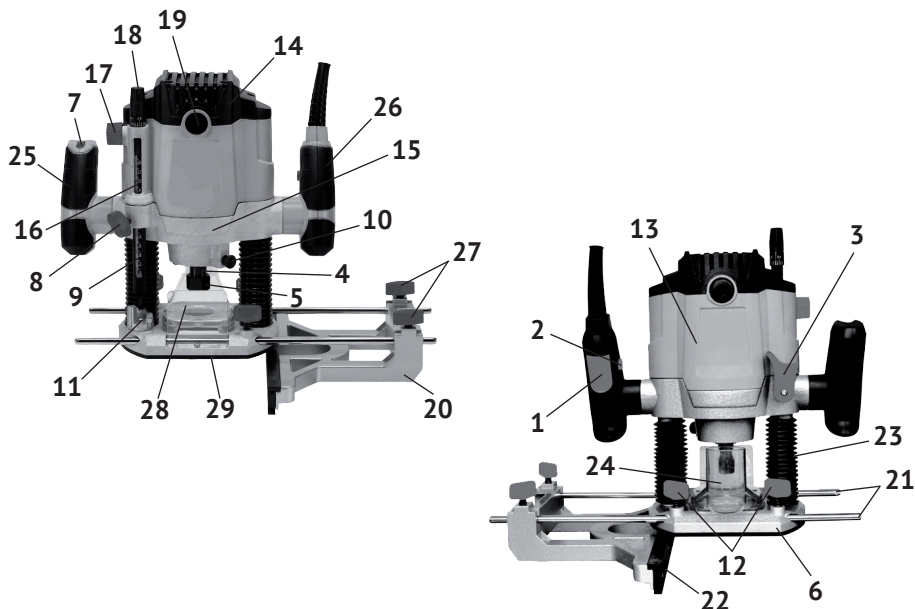
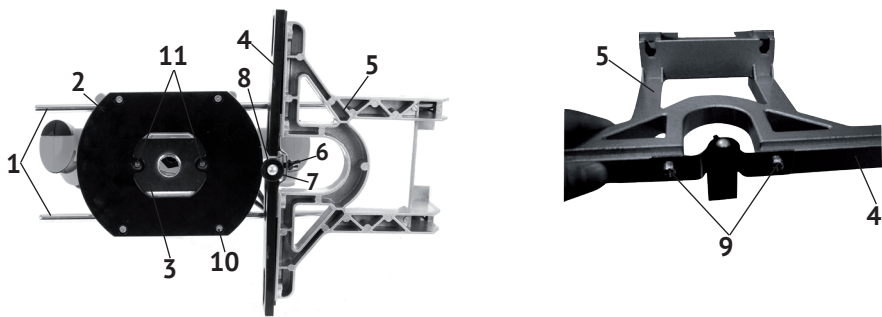

рис.1
рис.2
Общий вид фрезера схематично представлен на рис. 1
1.4.2 Расположенный вертикально двигатель фрезера с цанговым патроном (рис.1 поз.4) закрыт пластиковым корпусом (рис.1 поз.13), закреплённом на суппорте (рис.1 поз.15). Суппорт перемещается в вертикальной плоскости по двум направляющим стойкам (рис.1 поз.23), закреплённым на опорной плите (рис.1
поз.6). Вертикальный ход суппорта обеспечивает глубину фрезерования заготовок до 50 мм. Фиксация суппорта в нужном положении осуществляется рычагом (рис.1 поз.3). Контроль глубины обработки обеспечивают глубиномер (рис.1 поз.9) и упор ступенчатый (рис.1 поз.11) револьверного типа. Подача суппорта (вниз) для фрезерования осуществляется вручную, нажатием на рукоятки инструмента (после разблокировки рычага рис.1 поз.3). Обратный ход суппорта обеспечивают пружины, расположенные внутри направляющих трубок. Горизонтальное перемещение инструмента по поверхности заготовки обеспечивает скольжение пластиковой подошвы (рис.1 поз.29), крепящейся снизу к опорной плите.
На левой рукоятке фрезера (рис.1 поз.25) расположен диск регулятора оборотов двигателя (рис.1 поз.7). На нём нанесены символы: 1, 2, 3, 4, 5, 6, для установки скорости вращения шпинделя с фрезой. На правой рукоятке (рис.1 поз.26) находятся клавиша выключателя (рис.1 поз.1) и кнопка блокировки клавиши от случайного пуска (рис.1 поз.2).
Запуск двигателя осуществляется нажатием на клавишу выключателя, после нажатия и удержания кнопки блокировки (рис.1 поз.2). Отпущенная клавиша выключателя (и кнопка блокировки) возвращаются в исходное положение - выключено/заблокировано.
- параллельный упор (рис.1 поз.20), крепящийся осями (рис.1 поз.21) к опорной плите, позволяет обрабатывать изделие на определённом расстоянии от прямолинейного края заготовки (фрезерование пазов, канавок, сверление отверстий и т.п.);
- роликовая направляющая (рис.2 поз.7), закреплённая на параллельном упоре (рис.2 поз.5), позволяет фрезеровать на равном расстоянии от края заготовки любой конфигурации (прямолинейная, криволинейная, угловая);
- направляющая втулка (рис.2 поз.3), позволяет проводить фрезерование заготовки по выбранному шаблону (шаблоны в комплект поставки не входят).
Пластиковый патрубок пылеотвода (рис.1 поз.24) позволяет подключить пылесос для удаления стружки из зоны фрезерования.
На корпусе (рис.1 поз.13) стрелкой указано направление вращения фрезы.
- расфиксировать рычаг вертикального положения (рис.1 поз.3) для того, чтобы максимально увеличить рабочее расстояние между суппортом и опорной плитой (рис.3 поз.2);
- установить опорную плиту (рис.1 поз.6) фрезера на заготовку;
- ослабить винт фиксации (рис.1 поз.8) ограничителя глубины и рычаг фиксации (рис.1 поз.3) вертикального положения суппорта;
- зафиксировать рычагом (рис.1 поз.3) положение суппорта;
- установить регулятор точной настройки (рис.1 поз.18) в положение «0»;
- поворотом рукоятки (рис.1 поз.17), подвести стержень глубиномера (рис.1 поз.9) к ступенчатому упору (рис.1 поз.11) так, чтобы он касался нижней ступеньки (при необходимости повернуть револьверный упор);
- отметить (записать) значение на линейке глубиномера по верхнему/нижнему краю окна-указателя (рис.1 поз.16);
- ослабить винт (рис.1 поз.8) и поднять вверх стержень глубиномера вращением рукоятки (рис.1 поз.17), пока показания на его линейке не достигнут значения, при котором, разность между ним и предыдущим значением не будет равна нужной глубине обработки (например: первое значение – 15 мм, второе – 45 мм, $45 - 15 = 30$ мм, 30 мм – нужная глубина фрезерования);
- зафиксировать винтом (рис.1 поз.8) ограничитель в выбранном положении;
- точную настройку производить регулировочным винтом (рис.1 поз.18).
- выставить ступенчатый (револьверный) упор (рис.1 поз.11) таким образом, чтобы стержень-ограничитель глубины располагался над его верхней (первой) ступенью упора;
Значение скорости вращения рабочей фрезы изменяется вращением диска регулятора оборотов двигателя (рис.1 поз.7) на левой рукоятке.
Для осуществления фрезерования на одинаковом расстоянии от прямолинейного края (кромки) обрабатываемой заготовки, на опорную плиту фрезера устанавливается параллельный упор (рис.1 поз.20).
- прикрутить к упору (рис.1 поз.20) двумя винтами (рис.1 поз.27)
направляющие оси (рис.1 поз.21);
- ослабив винты фиксации (рис.1 поз.12), вставить направляющие оси (рис.1 поз.21) в отверстия опорной плиты (рис.1 поз.6);
- выставив нужное расстояние от фрезы до линейки упора (рис.1 поз.22), зафиксировать оси винтами (рис.1 поз.12).
Для фрезерования с равным отступом от криволинейного края заготовки, к линейке параллельного упора крепится роликовая направляющая (см рис.2):
- выкрутив средние винты (рис.2 поз.9), прикрутить ими роликовую направляющую (рис.2 поз.7) к линейке параллельного упора (рис.2 поз.4);
- выставив нужное расстояние от фрезы до ролика (рис.2 поз.8), перемещением осей параллельного упора в отверстиях опорной плиты, зафиксировать оси винтами (рис.1 поз.12).